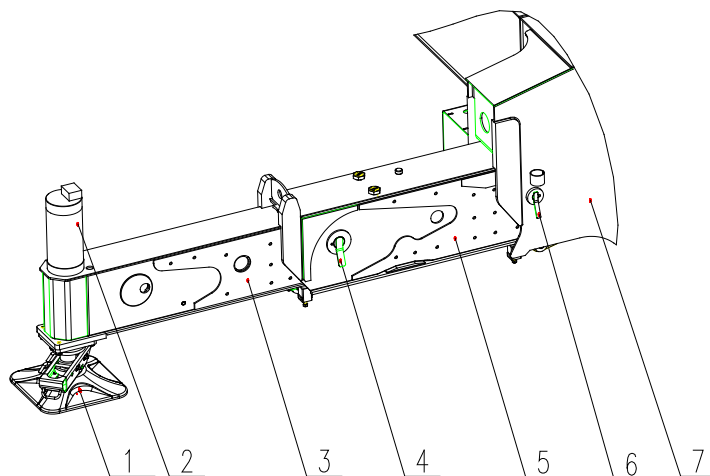
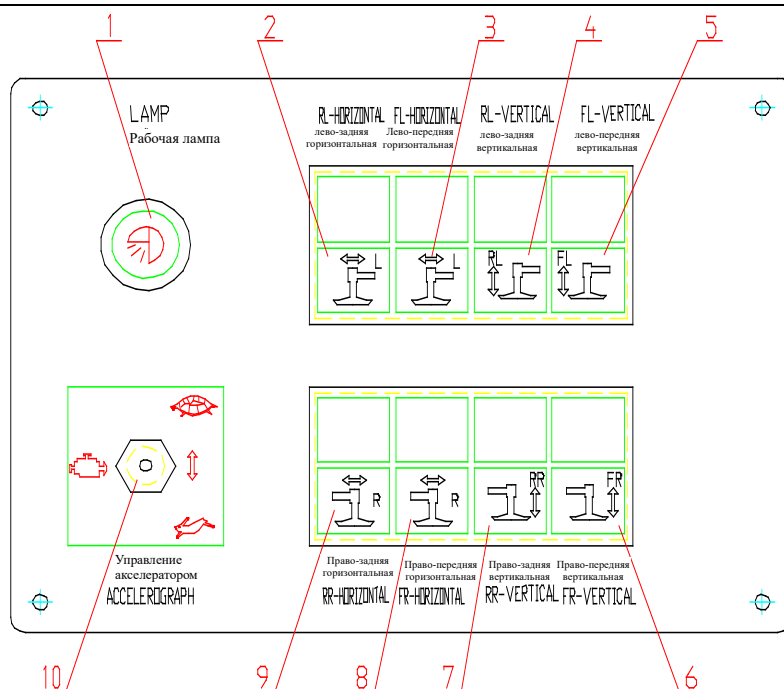
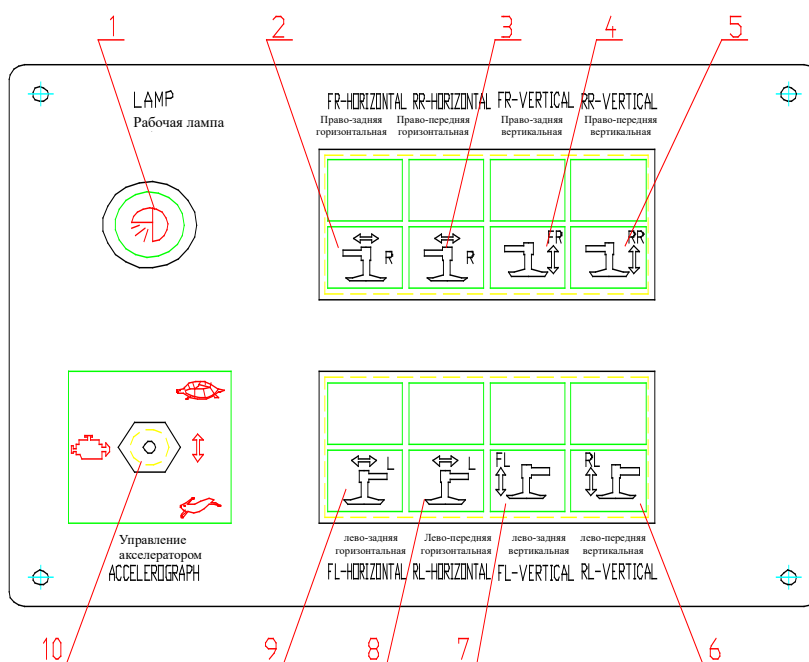

Рис. 3-14 Схема выносной опоры
Рис. 3-15 Панель управления выносной опоры с правой стороны
Рис. 3-16 Панель управления выносной опоры с левой стороны
Схема выносной опоры см. рис. 3-14, а схема кнопок управления выносной опорой см. рис.3-15 и рис. 3-16.
- d) Коробки управления выносной опорой установлены на плите между валом №4 и валом №5, по 1 на левой и правой сторонах, панель управления выносной опорой крепится в коробке управления (см. рис. 3-15 Панель управления с правой стороны), функции панелей управления на левой и правой сторонах одинаковы, но их порядок размещения неодинаков (см. рис. 3-16).